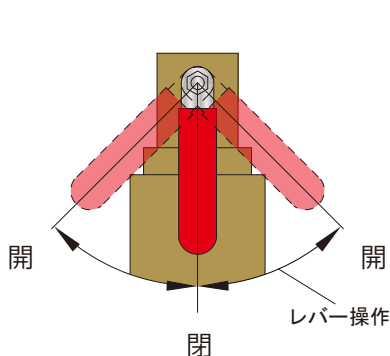

図3. レバー操作
1. 取付後、テストレバーにより弁を作動させる時は、装置の圧力が安全逃し弁設定圧力の75%以上に達した状態で作動させてください。（図3参照）